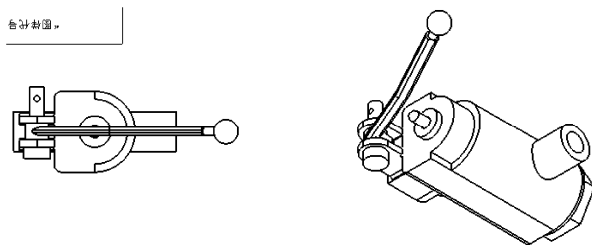

图 12-144 投影视图
**04** 创建其余投影视图。依次向不同方向拖动鼠标，在绘图区放置轴测图，结果如图 12-144 所示。